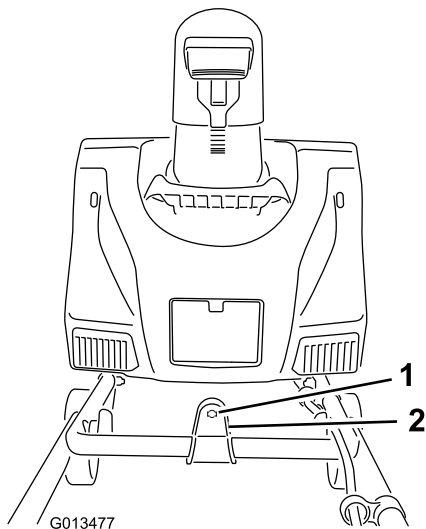

Рисунок 4
- Вставьте конец штока управления желобом в профилированное отверстие кронштейна, установленного в верхней части нижней рукоятки (Рисунок 4).